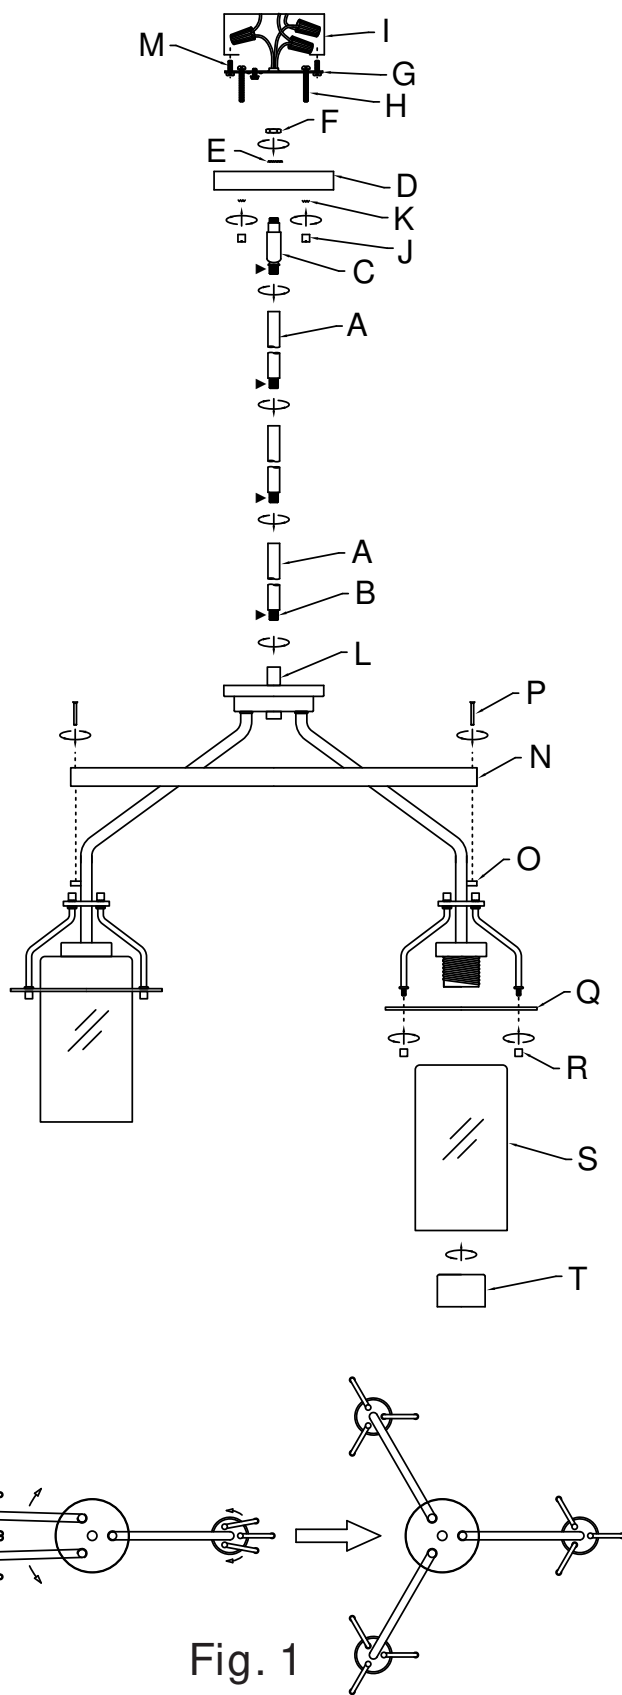

Fig. 1
- 1) Faites pivoter les trois (3) grands bras dans leur emplacement approprié (voir illustration Fig. 1).
- 2) Faites pivoter les trois (3) petits bras sur chacun des grands bras dans leur emplacement approprié (voir illustration Fig. 1).